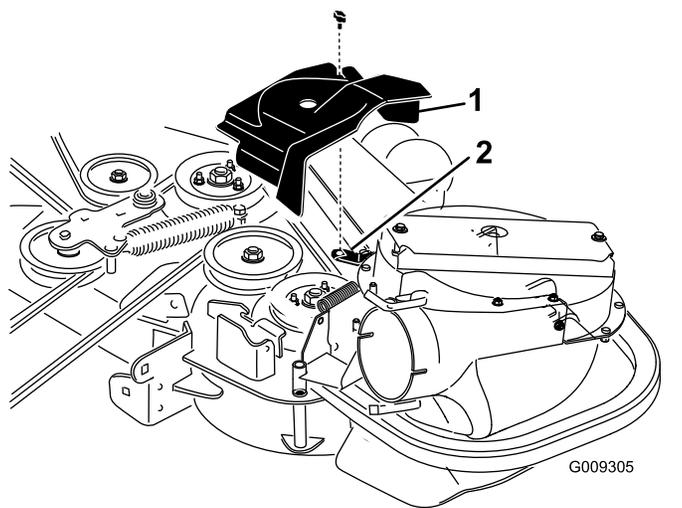
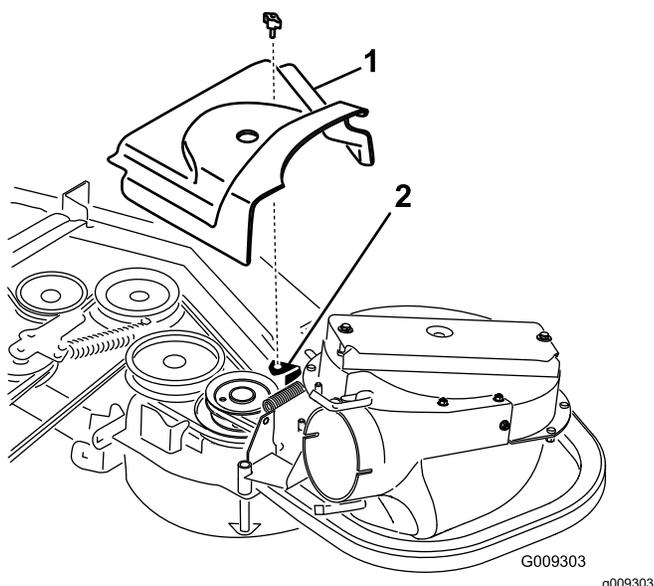

Figure 28
Figure 29
2. Montez le nouveau protège-courroie de sorte que les crans situés de chaque côté passent par-dessus les supports et fermez le verrou (Figure 28 ou Figure 29).